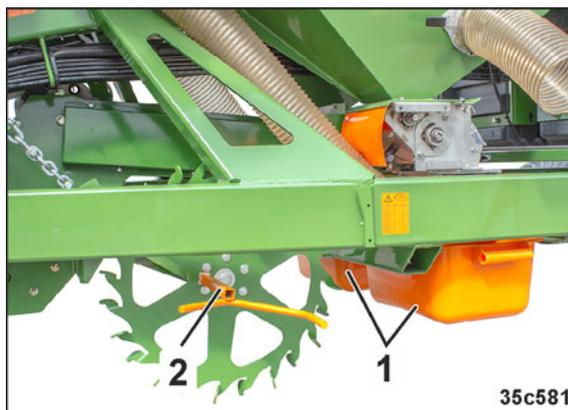

Fig. 194
3. In die Halterungen unter jedem Dosierer eine Abdrehwanne schieben (Fig. 194/1).
9. Die Abdrehkurbel auf das Spornrad (Fig. 194/2) aufstecken.